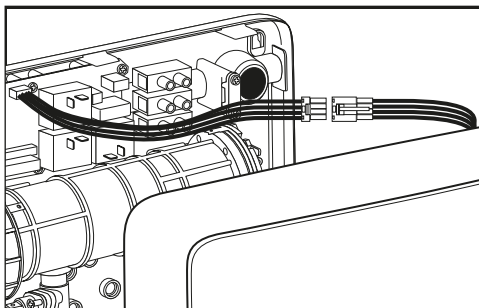

Fig. 13
- ▶ Vuelva a conectar el display entre la base y la tapa antes de cerrar la cobertura (Fig. 13)
- Retire el tapón entre la base y la tapa (→Fig. 13).